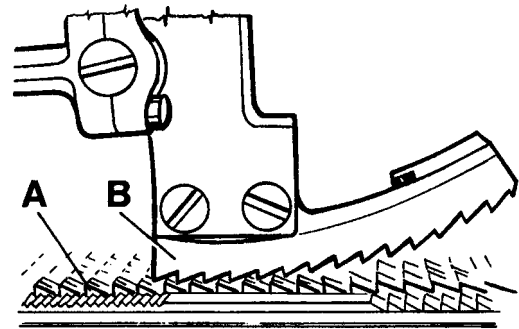

Fig. 18
Simultaneously the upper feed dog (B, Fig. 18) should be positioned so that the tips of its teeth engage with the tooth spaces of the lower feed dog (A), without contacting it. When the lower feed dog (A) is in its highest and the upper feed dog (B) in its lowest point of travel, there must be a small gap between both feed dogs.
Gleichzeitig muß der Obertransporteur (B, Fig. 18) so positioniert sein, daß die Spitzen seiner Zähne in die Zahn-lücken des unteren Transporteurs (A) eingreifen, ohne diesen zu berühren. Wenn der untere Transporteur (A) in der höchsten und der Obertransporteur (B) in der untersten Stellung seiner Bewegung ist, muß zwischen beiden Transporteuren ein Luftspalt sein.